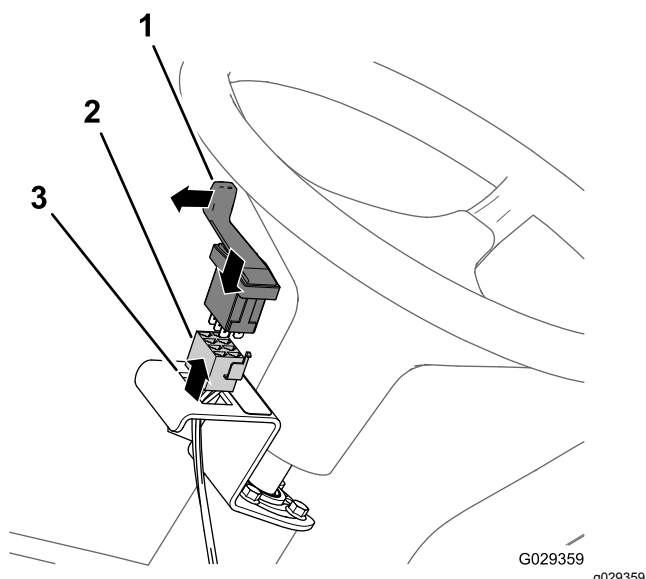

Figure 209
4. Montez l'interrupteur sur le support et poussez-le jusqu'à ce qu'il s'enclenche fermement dans l'ouverture (Figure 209).